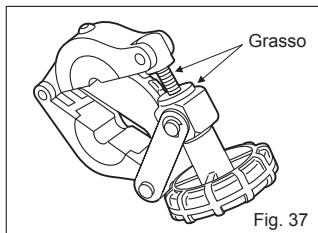

Fig. 37
- Se la manopola è rigida durante il fissaggio, applicare dell'olio, grasso, ecc. come indicato nella figura a destra. (Fig. 37)